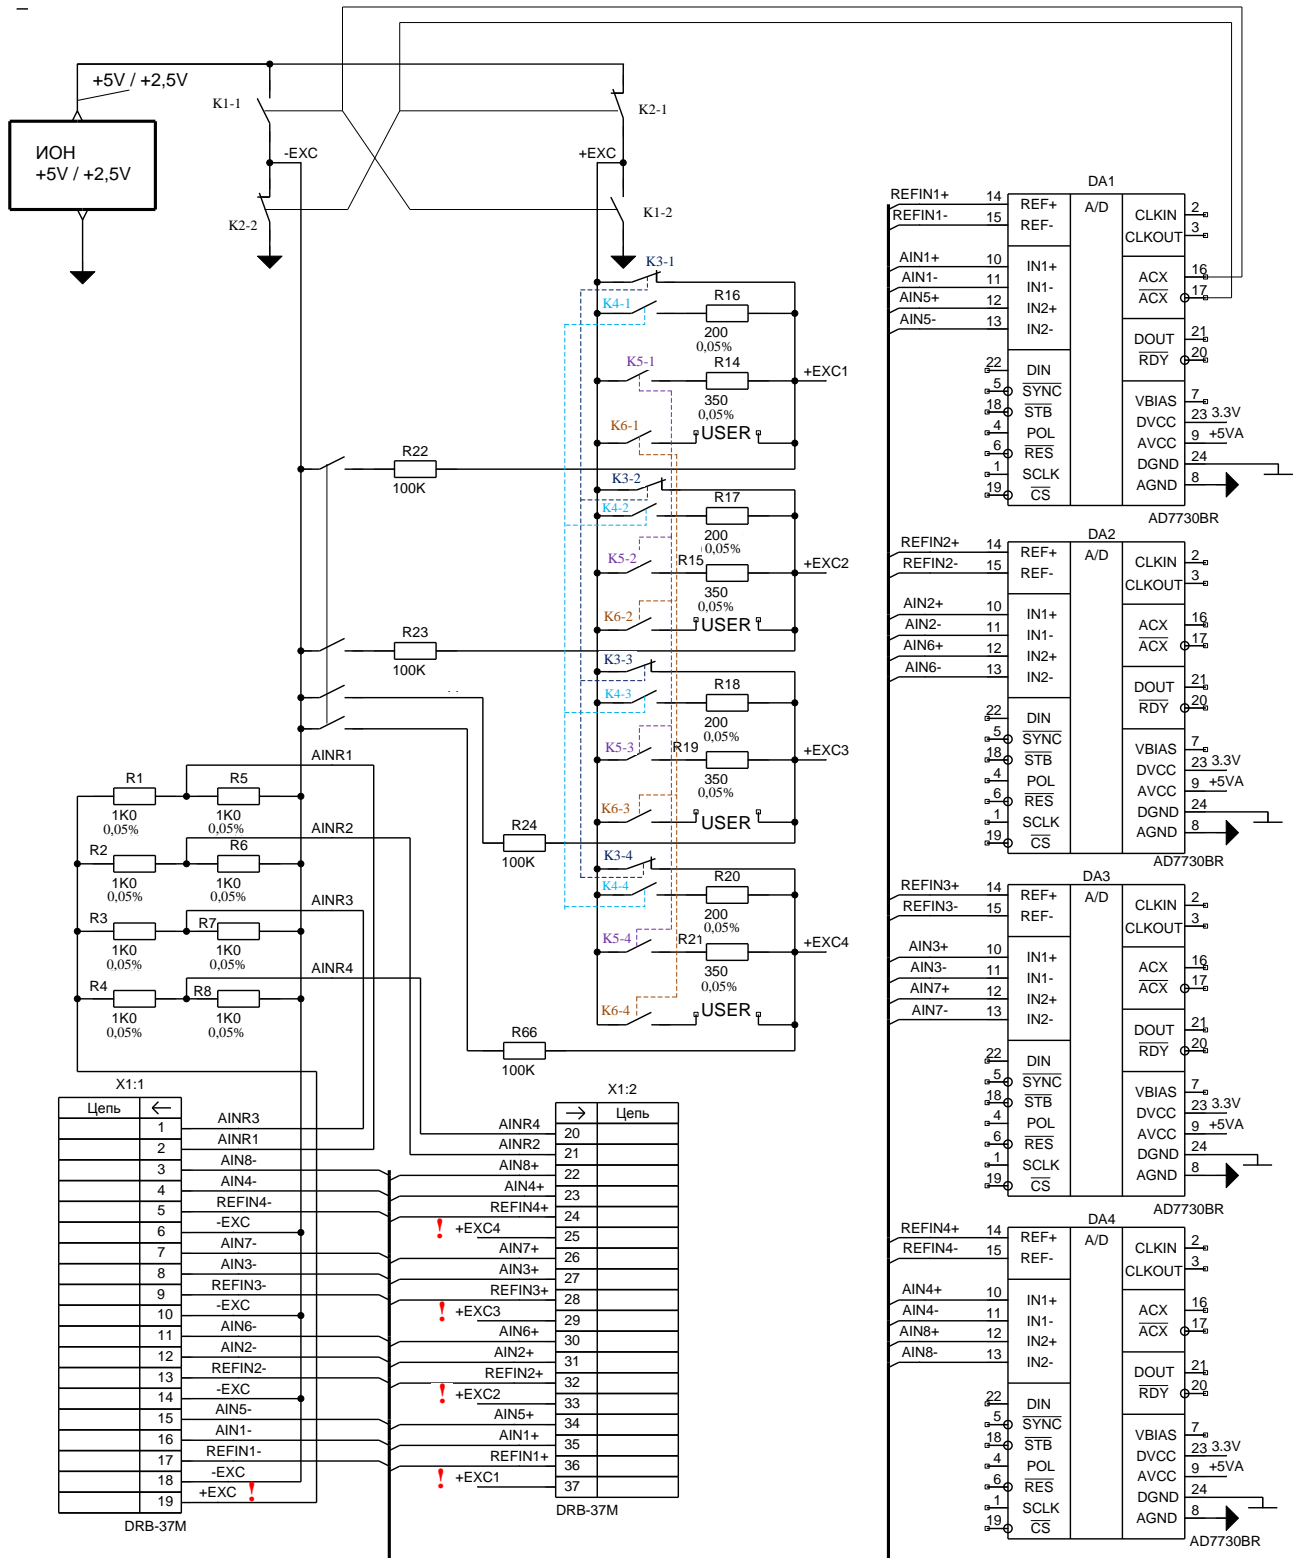
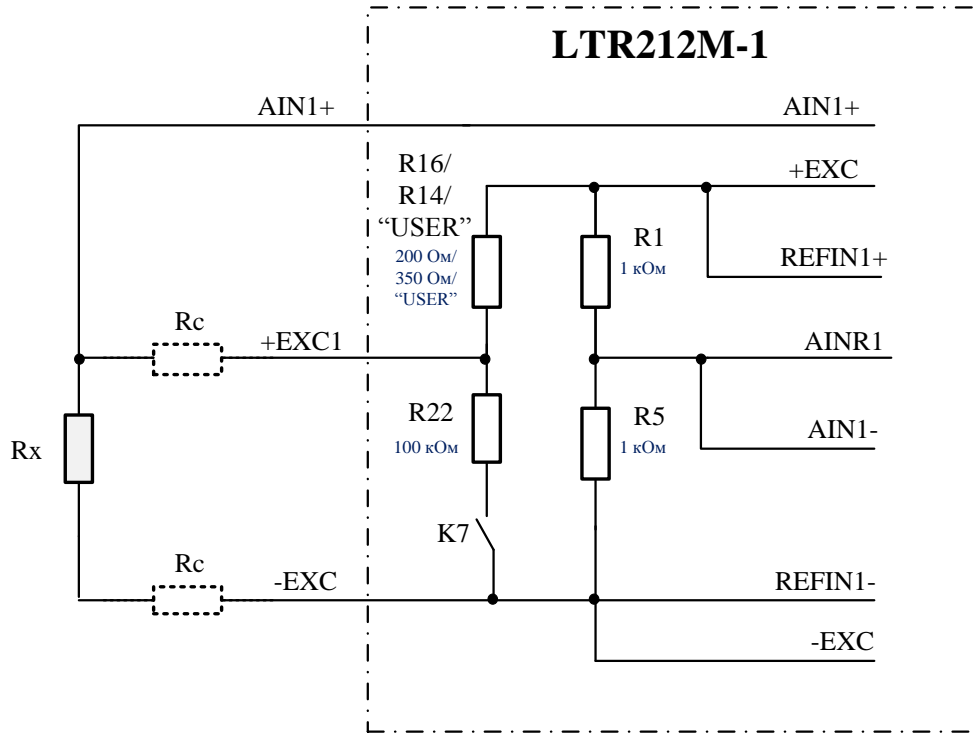
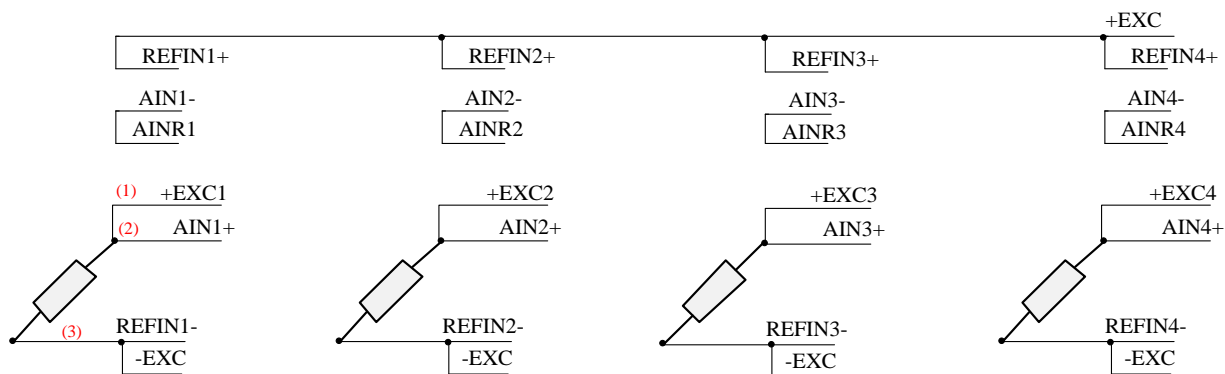

Рис. 7-4. Измерительные цепи LTR212M-1
Рис. 7-5. LTR212M-1. Элементы четвертьмостовой измерительной цепи
Рис. 7-11. LTR212M-1. Четвертьмосты (4-канальный режим)
Схема измерительных цепей LTR212M-1 (рис. 7-4) отличается от LTR212 следующим:
- Цепи +EXCR и +EXC объединены. На контакт 19 выведена цепь +EXC. Таким образом, внутренние полумостовые схемы R1...R8 постоянно подключены внутри LTR212M-2 и LTR212M-3 (п. 7.3.7). Цепь +EXC на контактах разъёма 37, 33, 29, 25 разбита, соответственно, на подцепи +EXC1, +EXC2, +EXC3, +EXC4. – Эти существенные отличия, с точки зрения внешних подключений, отмечены на схеме рис. 7-4 восклицательными знаками (!).
LTR212M-1 имеет программно управляемые аналоговые ключи (обозначенные как K3...K7 на функциональной схеме рис. 7-4, стр. 146), которые предназначены для реализации четвертьмостовых схем подключения с внутренними добавочными резисторами 220 Ом, 350 Ом или пользовательскими, установленными на плате-мезонине LTR212H (п. 7.5). Наличие входной коммутации измерительных цепей – это главное отличие LTR212M-1 от остальных модификаций этого модуля. Эти коммутаторы (аналоговые ключи) могут быть установлены в нужное состояние только при отсутствии сбора данных (до сеанса измерения или между сеансами измерения).
На примере первого канала, сохраняя обозначения функциональной схемы рис. 7-4, стр. 146, рассмотрим подробно составляющие элементы четвертьмостовой схемы подключения (пример полного подключения см. на рис. 7-11, 159). Измерительная схема (рис. 7-5) состоит из внешнего тензорезистора четвертьмоста R_x , собственных сопротивлений прово-
Измерительная схема (рис. 7-5), как и любые другие схемы подключения к LTR212(M), является схемой дополнения до полного моста. Здесь сопротивления R_c проводов входят в "верхнее" и "нижнее плечо полного моста, и при одинаковых длинах проводов (и при одинаковых проводах) в цепях +EXC1 и -EXC теоретически наступит компенсация – независимость разбаланса полного моста от длины кабеля. Сопротивление провода в цепи AIN1+ не учитывается, поскольку входы AIN модуля высокоомны, поэтому принимаем допущение, что сопротивление провода цепи AIN не влияет на измеряемый разбаланс моста.
В 4-канальном режиме модуль LTR212M-1 может работать по 3-х проводной схеме подключения – до 4-х четвертьмостов, как показано на рис. 7-11. Для примера, три провода кабеля, идущие до одного из мостов, обозначены (1), (2), (3). Все остальные цепи подключения каждого канала необходимо реализовать короткими перемычками на кабельной части разъёма LTR212M-1.